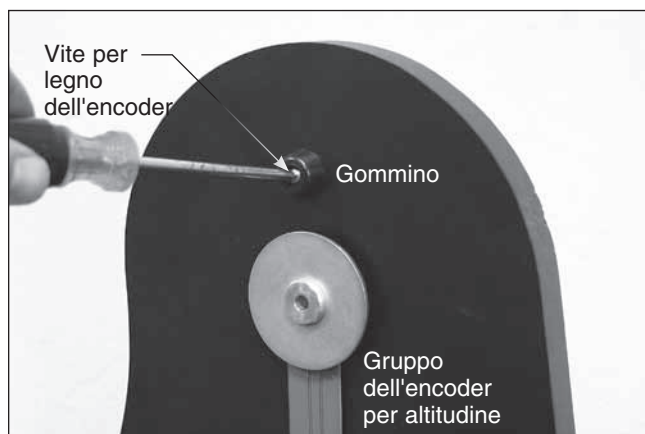

Figura 12. Installare il gommino nel foro pilota sopra il gruppo dell'encoder per l'altitudine usando una delle viti per legno dell'encoder.
18. Installare il gommino in plastica di protezione del gruppo dell'encoder per l'altitudine, che si trova nel kit del dispositivo IntelliScope, nel foro pilota sopra il gruppo dell'encoder per l'altitudine. Prendere la restante vite per legno dell'encoder dal kit del dispositivo IntelliScope, infilarla nel gommino e usare un cacciavite a croce per avvitare e serrarla nel foro pilota (Figura 12).